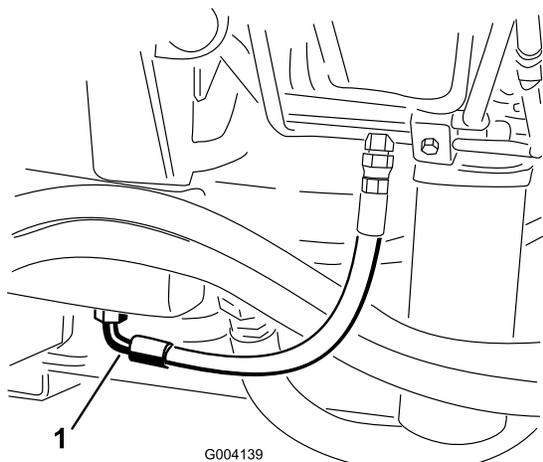

Figura 72
2. Collocate una bacinella di grandi dimensioni sotto il raccordo previsto sulla base del serbatoio del fluido idraulico (Figura 72).